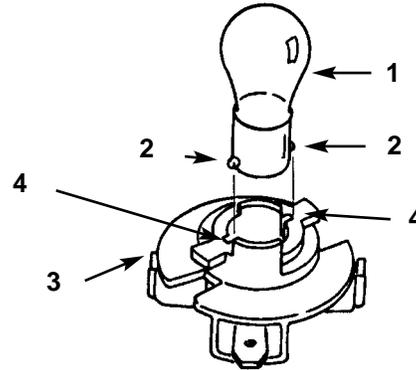

Fig. 37
1. Lo zoccolo della lampada è provvisto di spine metalliche. Allineate le spine con le guide nel portalampada, ed inserite lo zoccolo nel portalampada (Fig. 37). Spingete la lampada e giratela in senso orario fin quando non si ferma.
9. Con il bullone ed il galletto collegate il conduttore positivo (rosso) al polo positivo (+) della batteria (Fig. 37). Infilate la guaina di gomma sul polo della batteria.